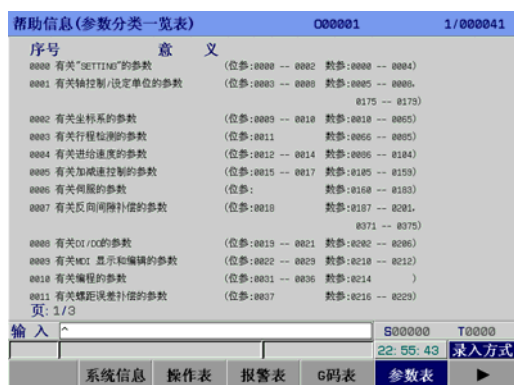

图3-9-6
5、参数表界面 在<帮助>界面按【参数表】软键进入帮助信息（参数/诊断表）界面。见图 3-9-6: